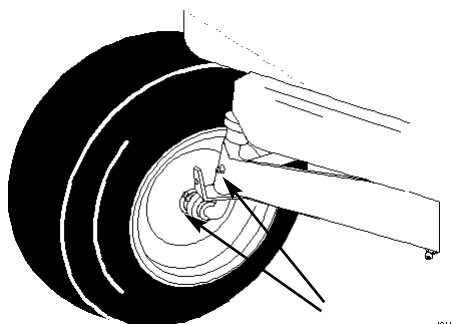

Figure 25
1. Lubrificate le ruote anteriori e i fuselli fin quando il grasso non incomincia ad uscire rapidamente dai cuscinetti (Fig. 25).
2. Lubrificate il perno dell'assale anteriore (Fig. 25)